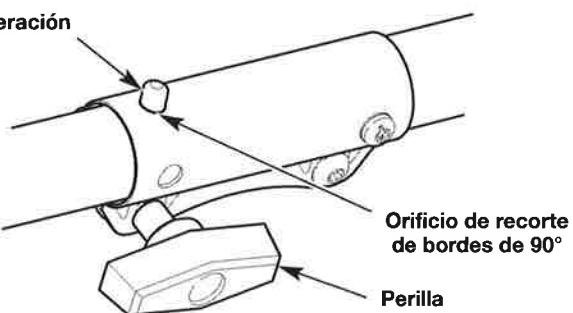

Fig. 14
1. Gire la perilla en el sentido contrario a las agujas del reloj para aflojar el acoplador (Fig. 14).
2. Oprima y mantenga apretado el botón de liberación (Fig. 14).
3. Rote el accesorio hasta que el botón de liberación entre a presión firmemente dentro del orificio de rebordes de 90° (Fig. 14).
4. Gire la perilla en el sentido de las agujas del reloj para apretar el acoplador (Fig. 14).